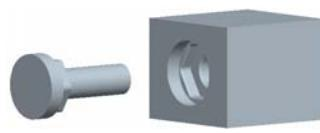

图 24.12 移动滑块
(1) 单击 **模具** 功能选项卡 **分析** ▾ 区域中的“模具开模”按钮 ，在系统弹出 **MOLD OPEN (模具开模)** 菜单管理器。在系统弹出的“菜单管理器”菜单中选择 **Define Step (定义步骤)** → **Define Move (定义移动)** 命令。
(2) 选取要移动的元件滑块。在“选择”对话框中单击 **确定** 按钮。
(3) 在系统的提示下，选取图 24.12 所示的边线为移动方向，输入要移动的距离值 -30。
(4) 在 **DEFINE STEP (定义步骤)** 菜单中选择 **Done (完成)** 命令。